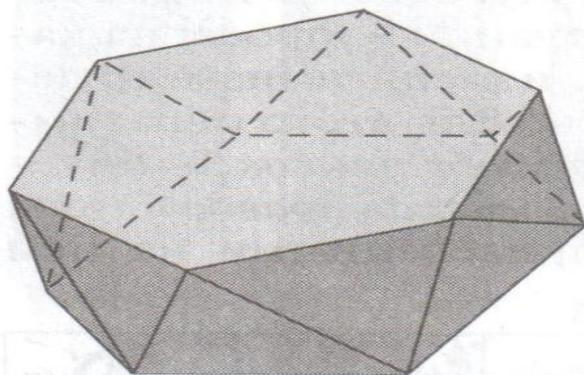
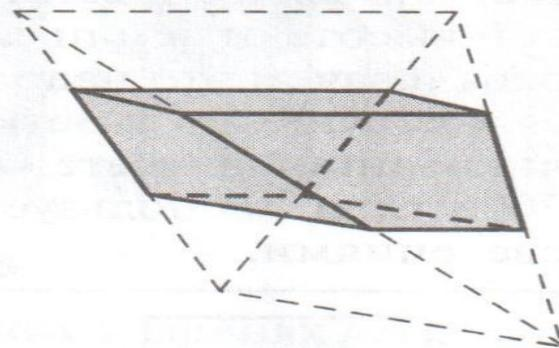

Рис. 2
Рис. 3
■ На практике решение задачи сводится к четырем измерениям, три из которых (длины ствола и диаметров двух срубов) можно сделать непосредственно, а измерив длину окружности ствола на уровне середины его длины, легко вычислить диаметр соответствующего сечения. Остается только произвести расчет объема ствола. Формула Симпсона «работает» и в более сложных ситуациях. Например, когда надо определить объем антипризмы (рис.2) или многогранника, отсекаемого от тетраэдра двумя плоскостями, параллельными двум его ребрам (рис.3).